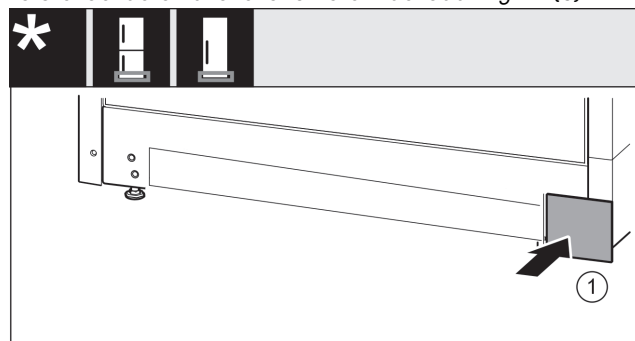

Fig. 15
- Kryt opäť nasadíte na druhú stranu. Fig. 15 (1)